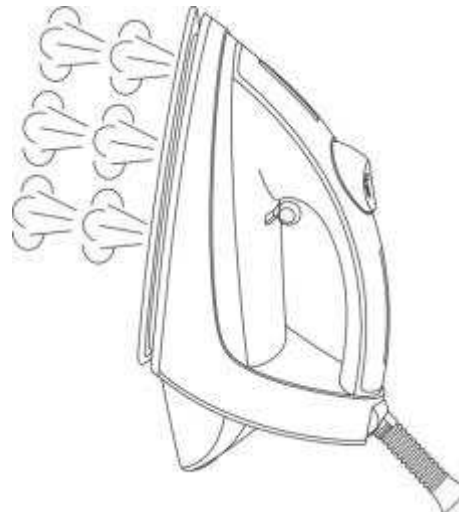

Рис. 6
2. Держите утюг в вертикальном положении на расстоянии 15-30 сантиметров от текстильного изделия, обрабатываемом паром (рис. 6).